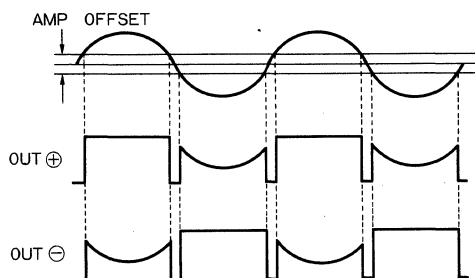

Fig. 6
(3) 実際の出力波形は、Fig. 6 のようになります。出力が正から負へ切換わる期間は OPEN 状態になります（これは、アンプにオフセットがあるためです）。よってこの期間は、IC 側のインピーダンスが高くなるため、この間の出力波形は外付けによって決まります。一般的には、コイル負荷となるので、バックラッシュ電圧の発生を抑えるためコンデンサを接続します。